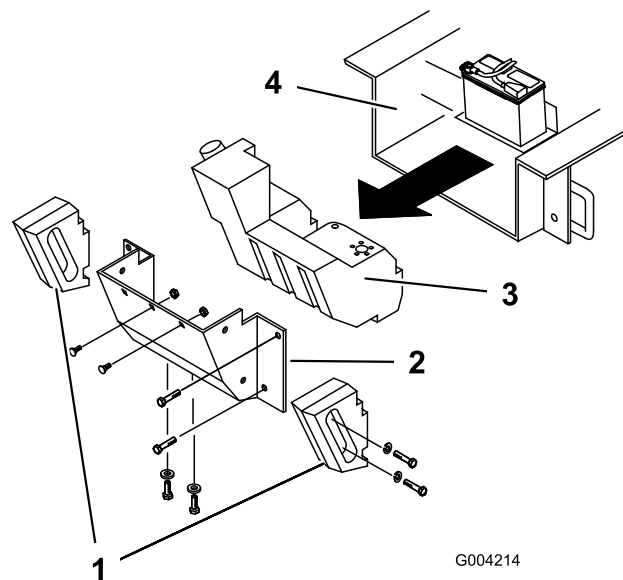

Figure 58
Avec le temps, le châssis s'encrasse sous le moteur et doit être nettoyé. Pour cette raison, ouvrez régulièrement le capot et inspectez la zone au-dessous du moteur à l'aide d'une torche. Si la couche de crasse fait entre 2,5 et 5 cm d'épaisseur, suivez la procédure ci-après (consultez la Figure 58 à cet effet) :
4. Enlevez les boulons, les rondelles et les rondelles-freins de fixation des deux masses latérales, puis déposez les masses (Figure 58).
7. Retirez les six écrous et boulons de fixation du panneau arrière et enlevez le panneau (Figure 58).
9. Poussez le réservoir de carburant en arrière (Figure 58).
16. Glissez le réservoir partiellement dans le châssis (Figure 58).
22. Remettez le panneau arrière et fixez-le en place à l'aide des six boulons et écrous enlevés précédemment (Figure 58).
24. Montez les masses latérales à l'aide des boulons, rondelles et rondelles-freins enlevés précédemment (Figure 58).